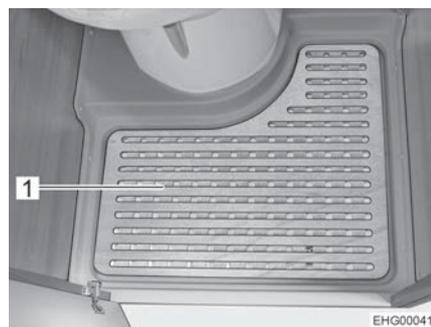

Fig. 116 Placa del fondo de quita y pon
- Quitar la placa del fondo de quita y pon (Fig. 116,1) para ducharse.